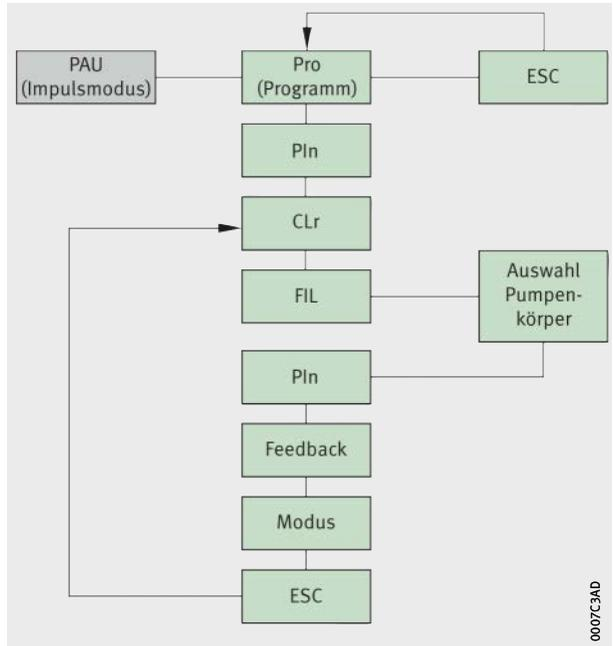

Bild 16
- Impulssteuerung durch den Anschluss einer externen Steuerung, *Bild 16*, Seite 27.